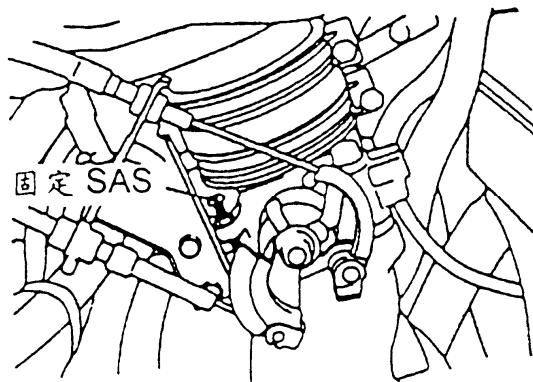

图 3-34 调整固定 SAS
(1) 充分放松油门拉索。
(2) 如图 3-34 所示，放松“固定 SAS”的防松螺帽。